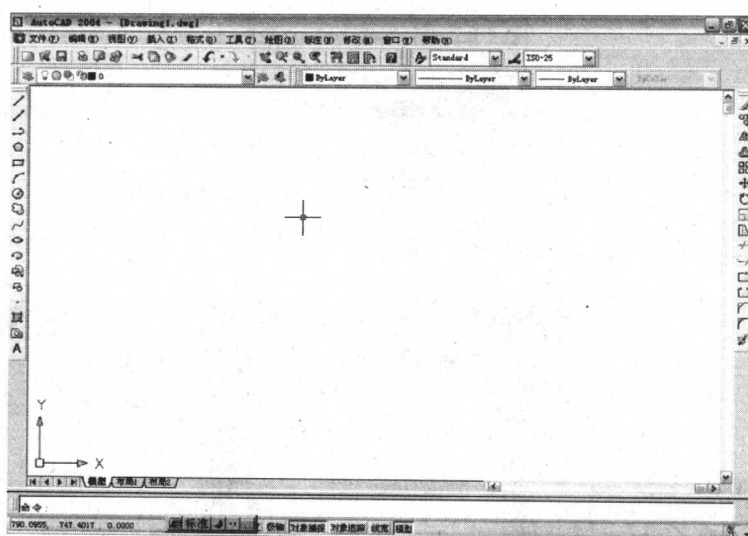

图 1-5 重置 AutoCAD 程序界面
5. 在绘图窗口单击鼠标右键,弹出光标菜单,选择“选项”,打开【选项】对话框。进入该对话框的配置选项卡,然后单击 **重置(R)** 按钮,AutoCAD 程序界面恢复为默认设置的情况,如图 1-5 所示。